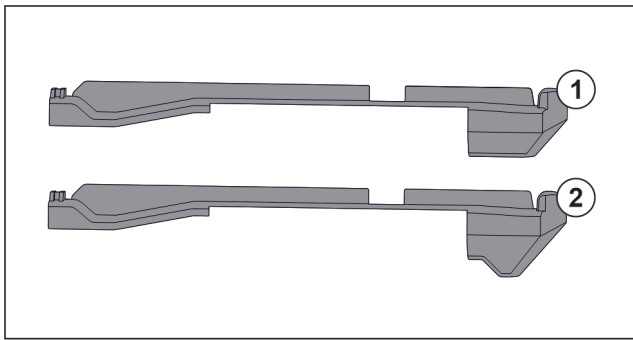

Fig. 29 Сравнение на наставките
В уреда има два вида наставки. Наставката над най-долното чекмедже Fig. 29 (2) има триъгълен ръб. Всички останали наставки Fig. 29 (1) имат прав ръб.
- ▶ Поставете наставката Fig. 29 (2) с триъгълния ръб над най-долното чекмедже.
- ▶ Поставете наставка Fig. 29 (1) с прав ръб на всички останали места.